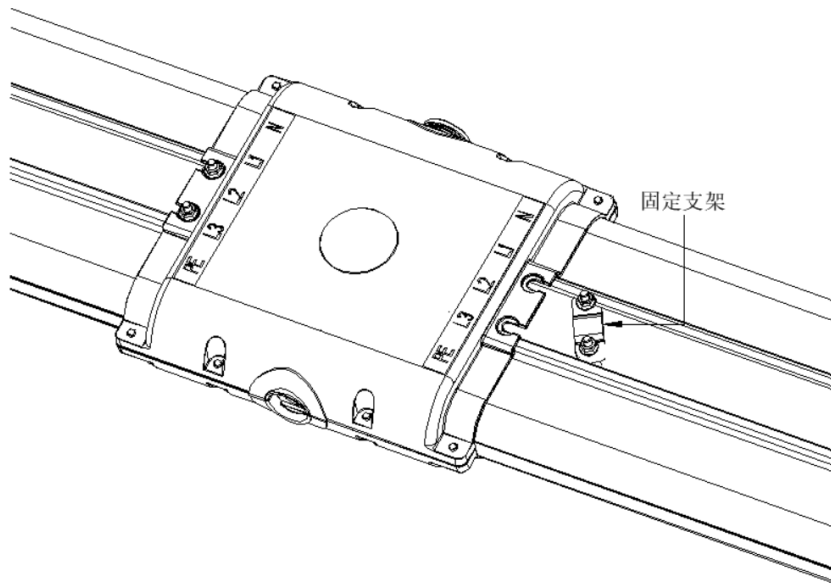

图 2-10 固定支架装配示意图
- 步骤 7. 将结合件固定支架插入到位。紧固两个固定支架至 10Nm (见图 2-10)。